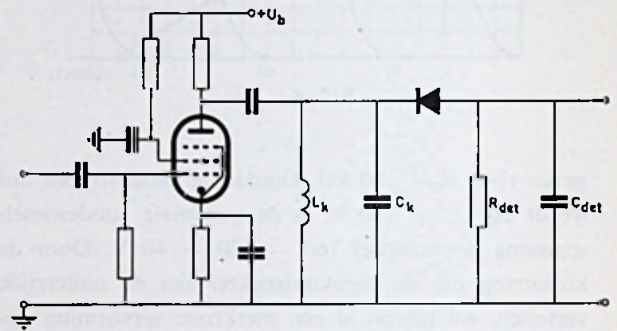

FIG. 9
1. Gegeven de schakeling van fig. 9 met een afgestemde anodekring, gevolgd door een detector.